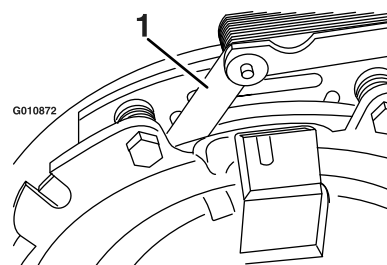
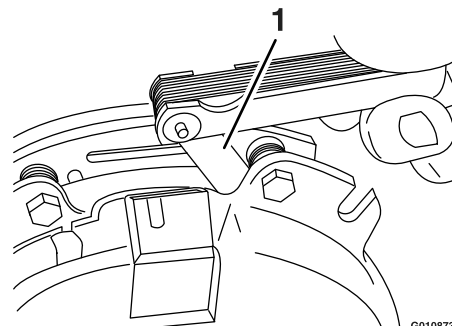

Figura 84
Figura 85
- E. Servendovi di uno spessimetro con spessore di 0,25 mm, verificate la presenza di un traferro tra il rotore e l'indotto, a entrambi i lati del giunto del freno, come illustrato nella Figura 84 e nella Figura 85.